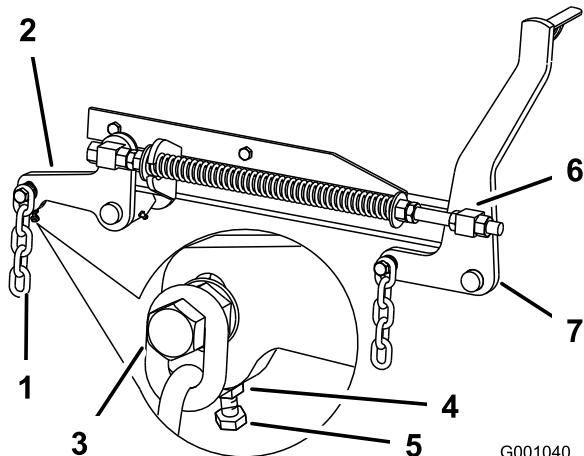

Figure 65
7. Si la distance mesurée au point **B** ou **C** n'est pas correcte, desserrez le boulon de fixation de la chaîne arrière au bras de support arrière (Figure 65).
8. Desserrez l'écrou de blocage sous le bras de support arrière et agissez sur le boulon de réglage de manière à obtenir une distance de 80 à 83 mm (3-1/8 à 3-1/4") (Figure 65).
7. Desserrez d'environ 13 mm (1/2") les écrous de blocage à l'avant des pivots avant gauche et droit (Figure 65).
8. Réglez les écrous de relevage sur les côtés gauche et droit de la machine de manière à abaisser l'avant de 6 à 10 mm (1/4 à 3/8 po) au point **A** par rapport au point **B** à l'arrière (Figure 65).